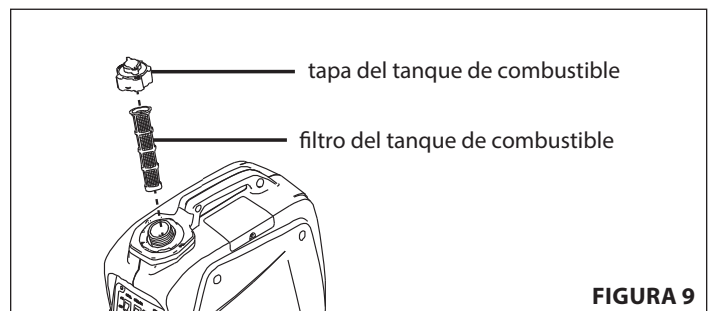

FIGURA 9
1. Retire la tapa y el filtro del tanque de combustible. **CONSULTE LA FIGURA 9**